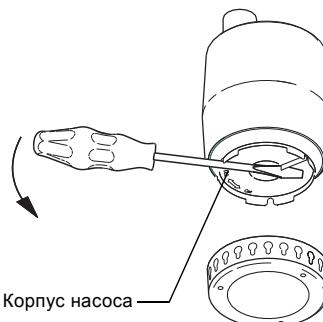

Рис. 10 Снятие корпуса насоса
3. С помощью отвертки провернуть корпус насоса против часовой стрелки примерно на 90 °, смотри направление, указанное стрелкой на корпусе. Снять корпус насоса, смотри рис. 10.